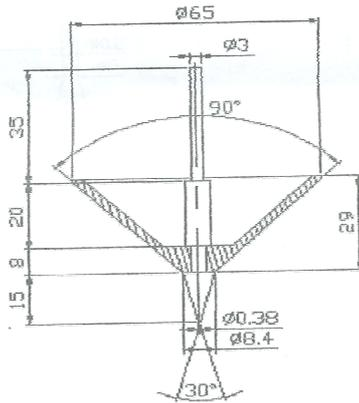

图 2 大锥锥体图
(2) 锥体 其形状尺寸如图 2 所示，由适当材料制成的导杆和锥形体组成，表面光滑，质量为 $150.0g \pm 0.1g$ 。导杆上安有适宜的传感器，用于测定导杆的位移。传感器的分辨率为 0.01mm，最大量程为 50mm，允许的导杆最大移动速度为 1.5 米/秒。